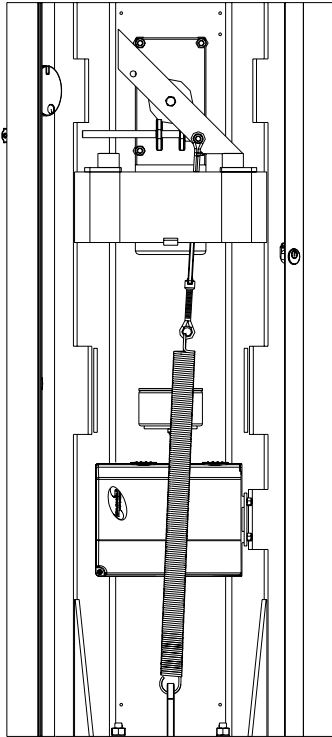

Fig.8
- Per invertire il senso di apertura, spostare la molla nella posizione opposta (Fig.8) e invertire il collegamento del motore elettrico sulla centrale di comando (Fig.9).